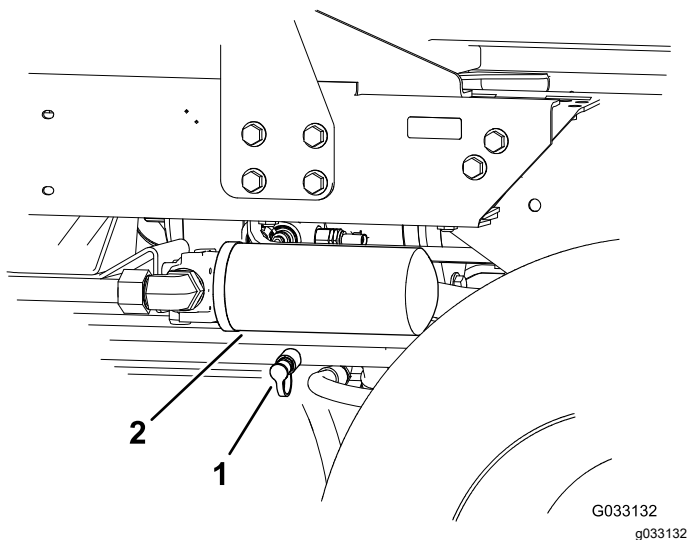

Figura 76
2. Ligue um tubo hidráulico entre o encaixe de diagnóstico instalado no coletor da tração traseiro e a porta de teste de pressão da tração traseira (Figura 76).